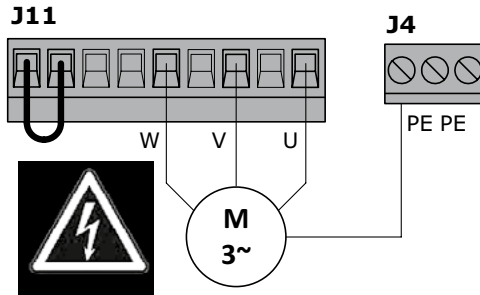

Рисунок 4. Подключение электродвигателя
J11	Разъем подключения электродвигателя гидравлического агрегата (рис. 4) и датчика останова движения (NC)